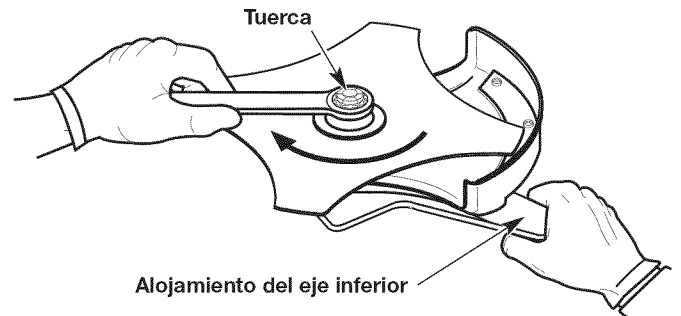

Fig. 15
3. Mantenga la varilla de seguridad en su lugar sujetando el otro extremo contra el alojamiento del eje inferior (Fig. 15).
4. Mientras sujeta la varilla de traba en su lugar, afloje la tuerca girándola hacia la derecha con una llave de boca cerrada o de cubo de 5/8 de pulgada (Fig. 15).